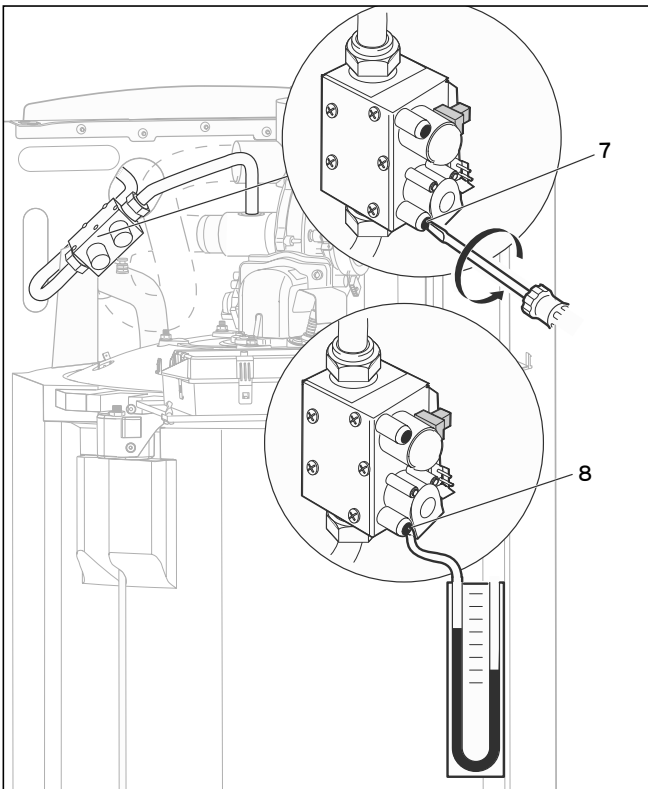

Рис. 6.3 Измерение давления на входе (давления истечения газа)
При проверке давления подключения соблюдайте следующий порядок действий (ср. рис. 6.3):
- Подключите на измерительный ниппель входного давления цифровой или U-образный манометр (8, рис. 6.3).